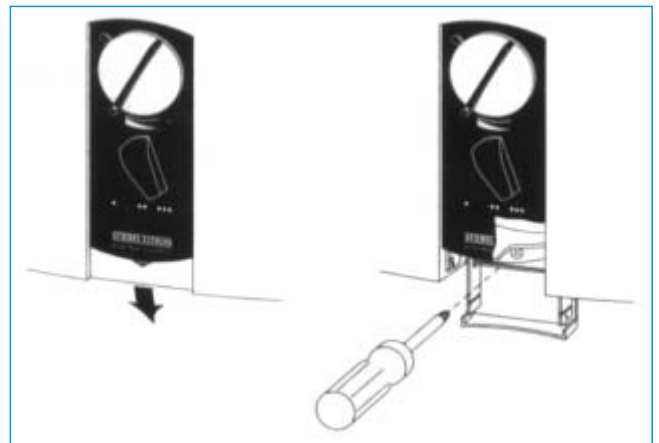

Fig. 7
- ▶ Abrir la cubierta (fig. 7).